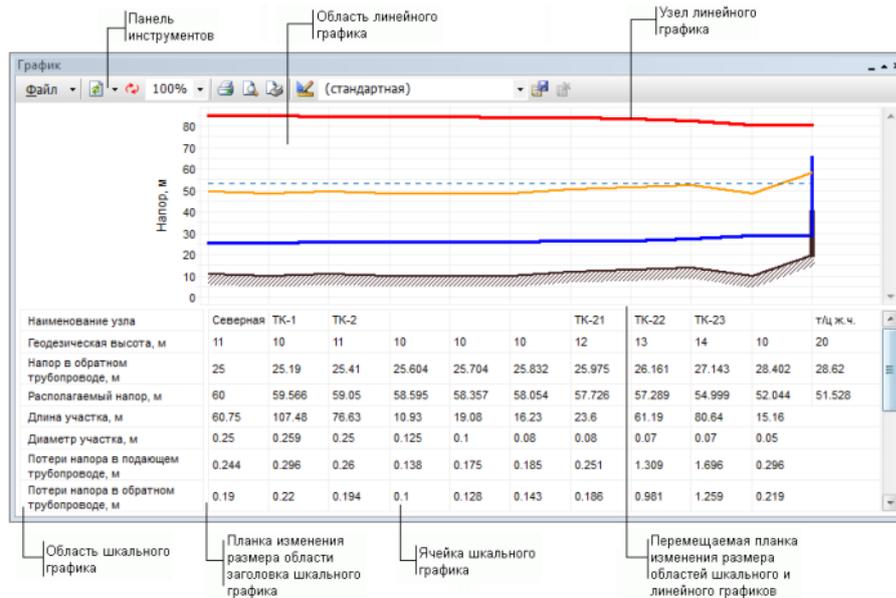

Рисунок 17.3. Окно пьезометрического графика
5. Нажмите кнопку Пьезометрический график  для построения графика и открытия окна пьезометрического графика (см. Рисунок 17.3, «Окно пьезометрического графика»).